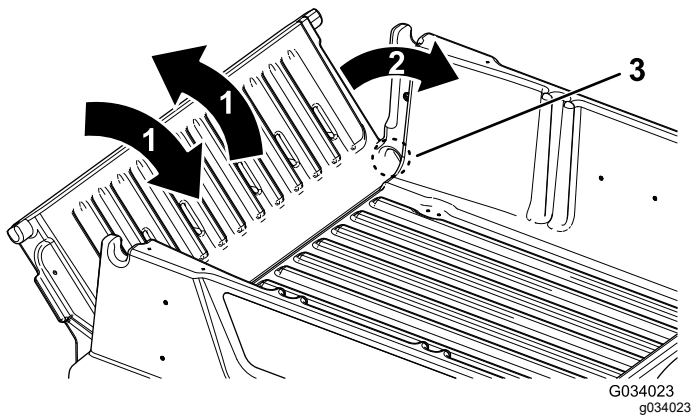

Bild 16
2. Drehen Sie die Heckklappe auf eine ungefähre Stellung von 45° (Bild 16).
3. Drehen Sie die Heckklappe mehrmals mit kurzen, schüttelnden Bewegungen (Bild 16).